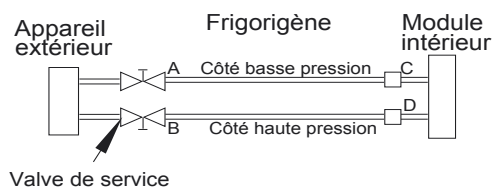

Figure 43 – Valve de service
1. Serrez complètement les écrous évasés A, B, C et D, branchez le flexible de chargement du manomètre du collecteur à un orifice de chargement de la valve de service côté basse pression (consultez la figure 43).